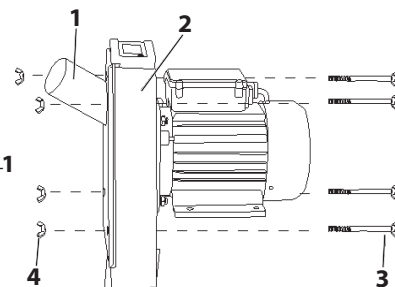

Рис. 6
- Установите внешнюю крышку (1) на корпус измельчителя (2). Убедитесь, что четыре отверстия крышки и корпуса совпали. Вставьте четыре болта (3) и закрепите четырьмя гайкой-барашком (4) (Рис. 6).